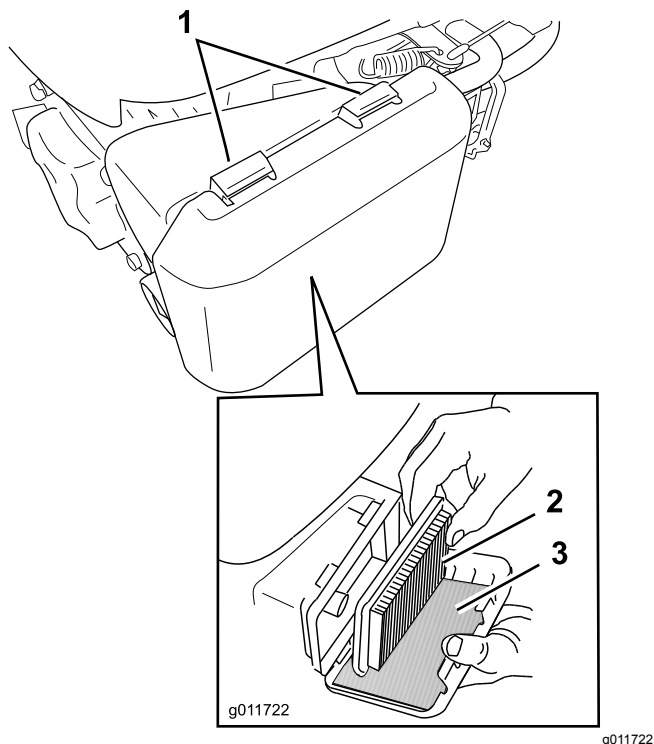

図 39
1. エアフィルタカバーの上部についているラッチのタブを押す 図 39。
3. ペーパーエアフィルタとスポンジ製プレフィルタを外す 図 39。